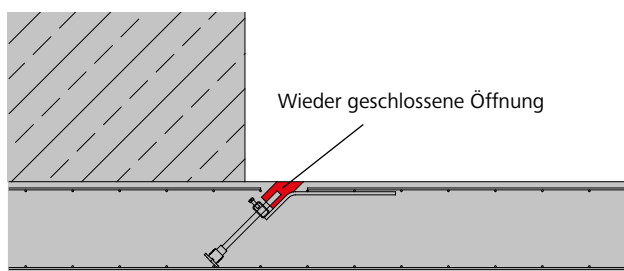

Abb. 30.5
Schritt 5: Schließlich wird die Öffnung in der Stahlbetonplatte unter Berücksichtigung des Korrosionsschutzes geschlossen. (Abb. 30.5).